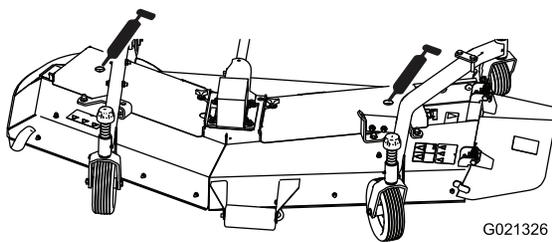

Figura 18
- Cojinetes del eje de la cuchilla – 2 (Figura 18)